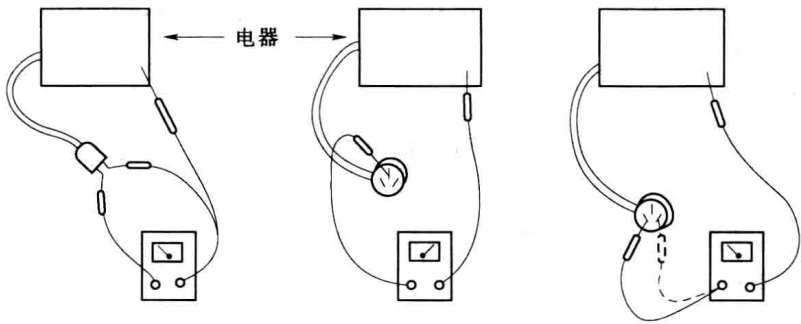

图 1-6 用万用表检查用电设备
- (1) 查设备铭牌：按国家标准，设备都应在醒目处标有该设备要求的电源电压、频率、电源容量；小型设备的说明一般附在说明书中。
- (2) 查环境电源：电压、容量是否满足设备要求。
- (3) 查设备本身：电源线有无破损；插头等有无外露金属或内部松动；电源线插头两极有无短路，同时外壳有无通路等。一般用万用表进行如图 1-6 所示方法对用电设备进行简单的检测。